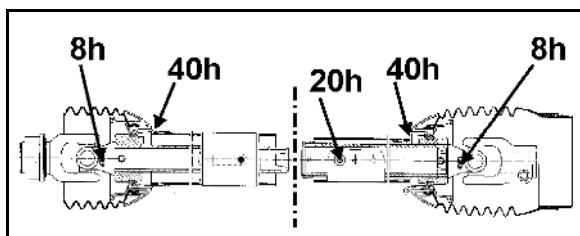

Bild 94
1. För undan kraftöverföringsaxelns skydd till monteringsläget (Bild 94).
De lösa, medföljande **skruvarna** M8 x 30 A2-70 är **reservbrytbultar** (Bild 94/1) för att fästa kraftöverföringsaxelns påsticksgaffel vid kragen på transmissionens ingående axel. Fetta alltid in kraftöverföringsaxelns ände innan den träs på växellådans ingående axel.